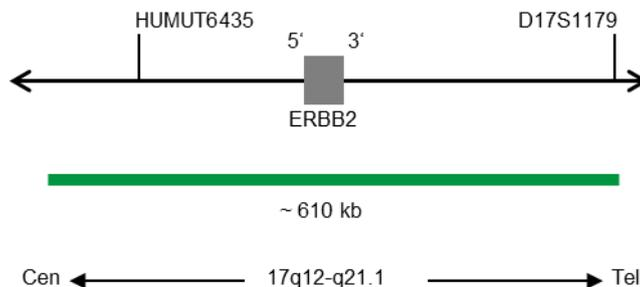

Fig. 1. ERBB Mapa de la sonda (no está a escala)
- Polinucleótidos marcados en verde (excitación a 503 nm/emisión a 528 nm) ZyGreen (~10 ng/μl), dirigidos a secuencias localizadas en 17q12-q21.1* (chr17:37,572,531-38,181,308) que albergan la región del gen ERBB2 (ver Fig. 1).